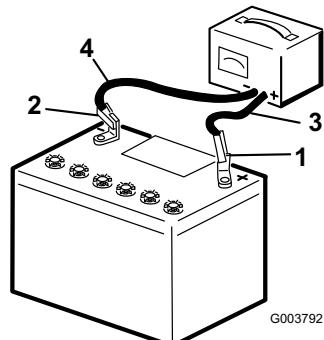

Bild 4
- Setzen Sie die Entlüftungsdeckel nicht auf und schließen Sie ein Ladegerät an die Batterie an (Bild 4), laden Sie diese mit höchstens 4 Ampere für 4 Stunden auf (12 Volt). Überladen Sie die Batterie nicht.
- Wenn die Batterie voll geladen ist, ziehen Sie den Stecker des Ladegeräts aus der Dose. Klemmen Sie dann die Klemmen des Ladegeräts von den Batteriepolen ab (Bild 4).